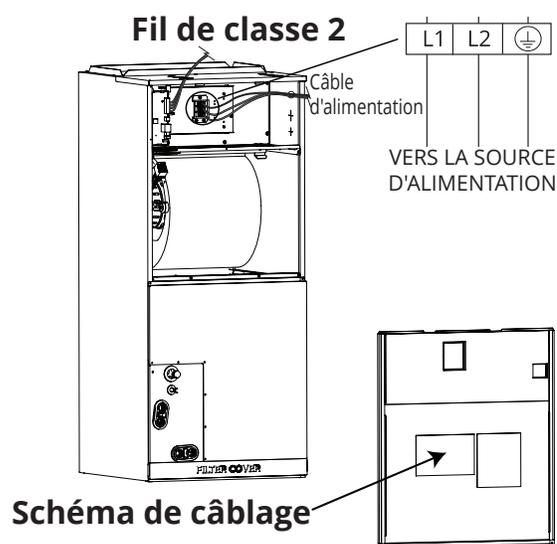

Figure 7.2
- Connectez correctement le câblage en fixant solidement la cosse en U ou la borne à anneau de chaque fil à la borne correspondante du bornier. Se référer au numéro de série de l'unité et au schéma de câblage situé sur le couvercle de la boîte de commande électrique (**figure 7.2**). **OBSERVATION : Pour des illustrations plus détaillées des différentes variantes de connexions de câblage, en fonction de votre application spécifique, veuillez-vous reporter aux schémas de câblage des pages 47-50.**